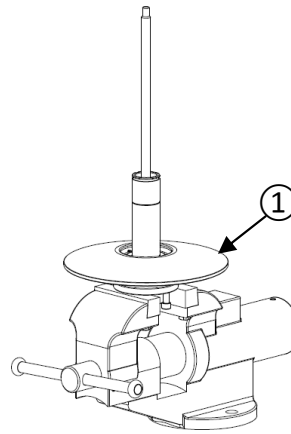

Figure 29
- Installez le flasque fixe ① sur l'outil de démontage (figure 29).